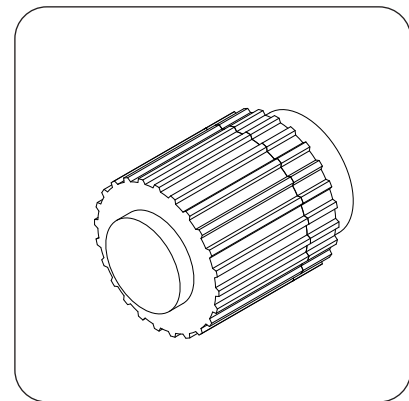
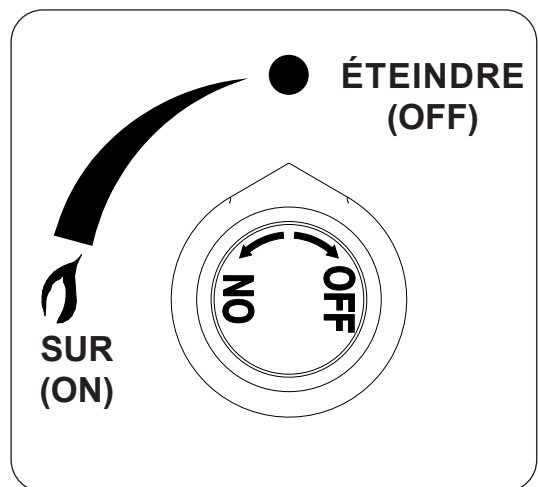

Fig. 48-1 Détail du bouton d'allumage
Fig. 48-2 Détail du bouton de commande
2. Localisez le panneau de commande sur le côté de l'appareil (consultez la LISTE DES PIÈCES D'IDENTIFICATION si nécessaire), et identifiez le bouton d'allumage (Fig. 48-1) et le bouton de commande du gaz (Fig. 48-2). Assurez-vous que le bouton de commande du gaz est en position OFF (éteindre) avant de commencer la séquence d'allumage.
Pour éteindre votre brûleur à gaz, tournez le bouton de commande du gaz dans le sens des aiguilles d'une montre jusqu'à la position **OFF (éteindre)** (voir Fig. 48-2). Assurez-vous que le bouton de commande est complètement éteint pour éviter toute fuite de gaz.